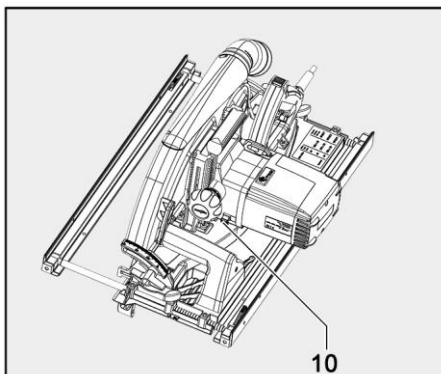

Fig. 47: Bloquear la hoja de sierra
12. Accionar y mantener pulsado el perno de bloqueo (ver Fig. 47: Bloquear la hoja de sierra).